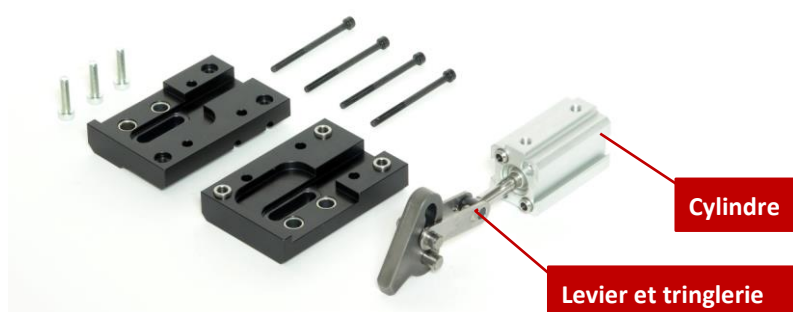

Fig. 25 Illustration du levier ZA avec cylindre
1. Insérez le cylindre (Fig. 25) avec levier (Fig. 25) dans le boîtier. Assurez-vous que le levier est suffisamment lubrifié.
3. Fixez le cylindre et le couvercle du boîtier à l'aide de vis (Fig. 25).